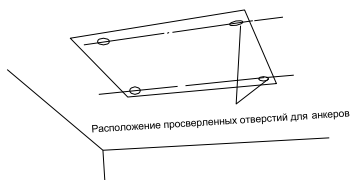

Рис. 4.4
- (1). Используя монтажный шаблон, просверлите отверстия для болтов (всего должно быть четыре отверстия) (См. Рис.4.4)